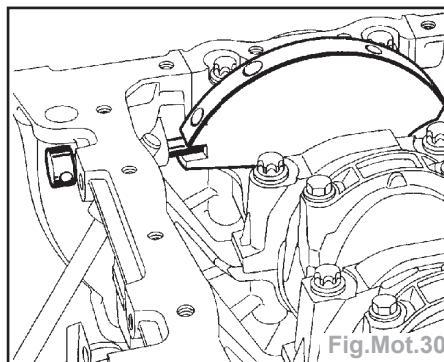

Fig.Mot.30
- Tourner légèrement le moteur, dans le même sens, en engageant la pige **Mot. 1054** jusqu'au point de calage (Fig. Mot.30).
- Piger le vilebrequin en se servant des repères effectués par l'opérateur entre les poulies des arbres à cames et le carter chapeau paliers arbres à cames (Fig.Mot.43). Ces repères doivent être alignés, cela permet d'être sûr que la pige soit bien dans le trou de pige et non dans un trou d'équilibrage vilebrequin (Fig.Mot.30).